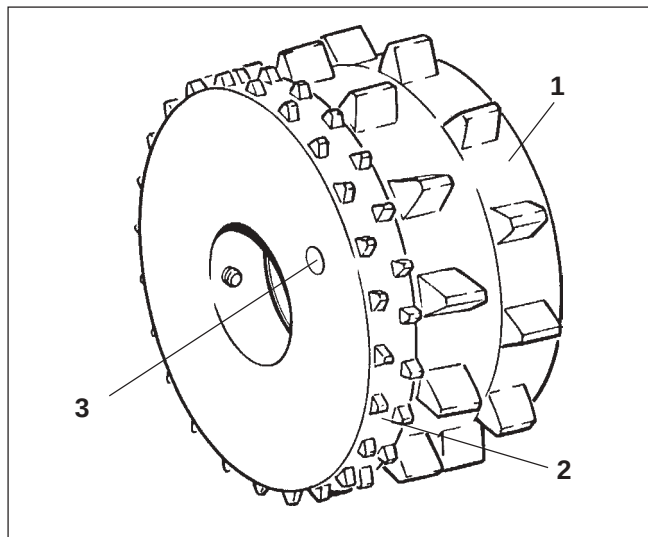
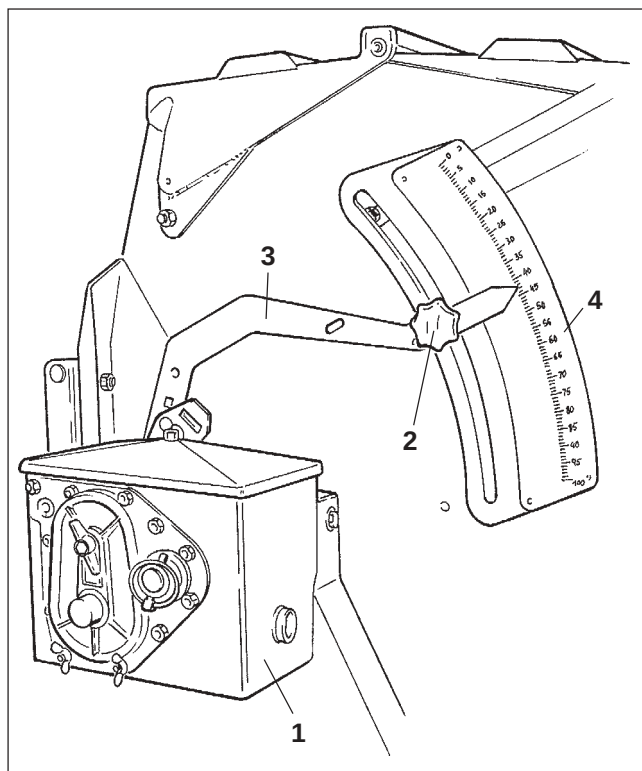

Рис. 7.1
Рис. 7.10
Сеялки АМАЦОНЕ серийно оснащены "элитными" высевальными катушками (Рис. 7.1). Элитные высевальные катушки объединяют в себе стандартные высевальные катушки (Рис. 7.1/1) и высевальную катушку для мелкозернистых культур (Рис. 7.1/2).
- Установочный рычаг редуктора (Рис. 7.10/3) передвигайте так долго, пока не появятся отверстия (Рис. 7.1/3) высевальной катушки для мелкозернистых культур.
- Установочный рычаг редуктора (Рис. 7.10/3) передвигайте так долго, пока не появятся отверстия (Рис. 7.1/3) высевальной катушки для мелкосемянных культур.
Норма высева устанавливается на редукторе (Рис. 7.10/1):
- Открутите ручку (Рис. 7.10/2) на установочном рычаге (Рис. 7.10/3).
- Рычаг регулировки редуктора (Рис. 7.10/3) передвигается с низу на шкале значений согласно таблице норм высева.
- Затяните ручку (Рис. 7.10/2).
Рычаг регулировки редуктора (Рис. 7.10/3) может устанавливать число оборотов валика высевающего аппарата, наряду с чем устанавливается норма высева. Чем выше число на шкале (Рис. 7.10/4) выбрано установочным рычагом, тем больше норма высева.